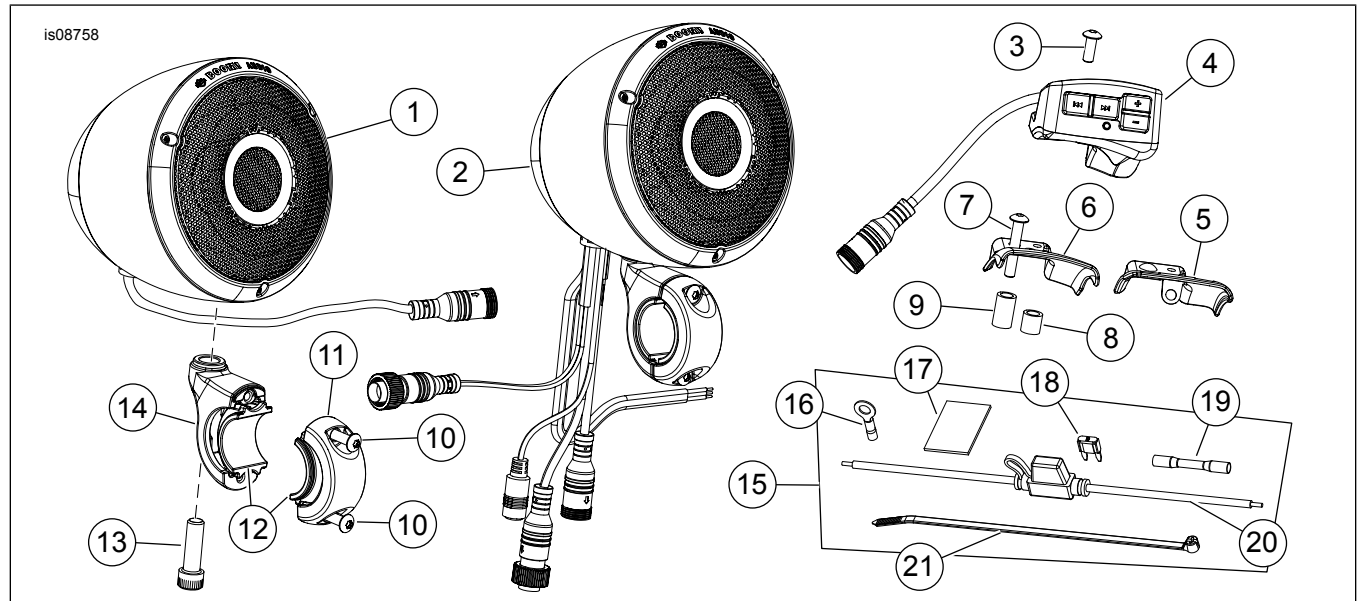

Abbildung 7. Ersatzteile, lenkermontierte Lautsprechersätze
- Siehe Abbildung 7. Die Lautsprecherkonsole (2) mit **fünf** elektrischen Steckverbindern auf der **Bremsenseite** am Lenker einbauen. Die Lautsprecherkonsole (1) mit **einem** elektrischen Steckverbinder (1) auf der **Kupplungsseite** einbauen.
1. Siehe Abbildung 7. Lautsprecher an der vorher festgelegten Position platzieren. Bei manchen Modellen ist es erforderlich, den Kupplungszug umzuplatzieren. Einige Tropfen „Loctite“-Kleber auf alle Schellenschrauben (10 und 13) geben. Die Lautsprecher mit Klemmen (14 und 11) und Schrauben (10) am Lenker befestigen. Die Schraube (10) auf ein Drehmoment von 4,5-6,8 Nm (40-60 in-lb) anziehen. Die Schraube (13) auf ein Drehmoment von 20-27 Nm (180-240 in-lb) anziehen.